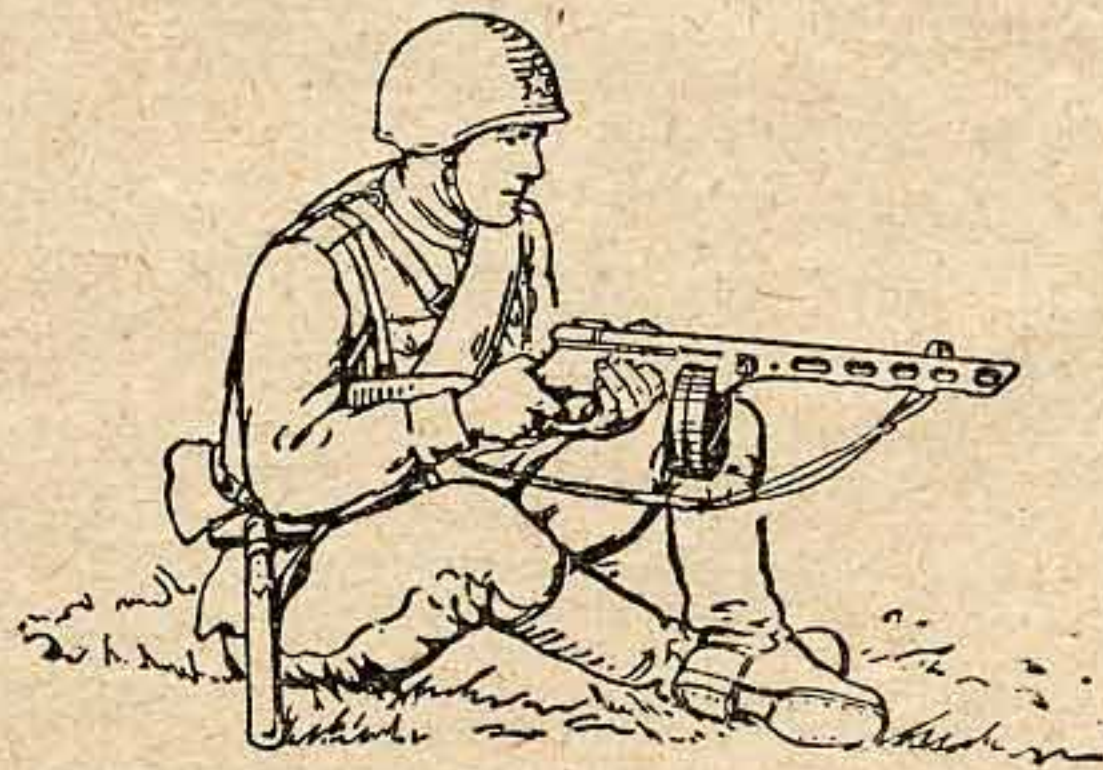

Рис. 64. Изготовка сидя
75. Для стрельбы сидя может применяться один из следующих приёмов (рис. 64 и 65):